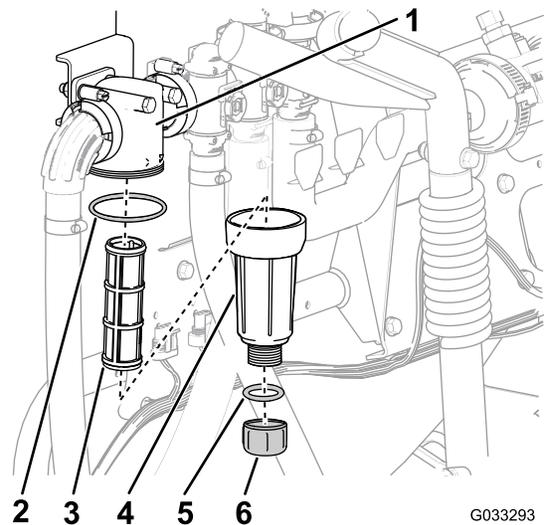

図 61
2. 圧力フィルタの下に受け容器をおく **図 61**。
3. 圧力フィッティングのドレンプラグを左に回して外す 図 61。
4. ボウルを左に回してフィルタヘッドから外す 図 61。
5. 古い圧力フィルタエレメントを外す 図 61。
6. ドレンプラグの O リングボウルの内側とボウルの O リングフィルタヘッドの内側に傷や破損がないか点検する 図 61。
7. 新しい圧力フィルタエレメントをフィルタヘッドに取り付ける 図 61。
8. フィルタヘッドにボウルを取り付けて手締めする 図 61。
9. ボウルにプラグを取り付けて手締めする 図 61。